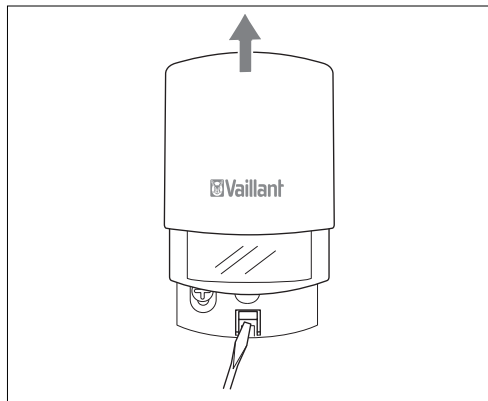

Рис. 3.1 Демонтаж радиодатчика температуры наружного воздуха
- ⇒ Подведите отвертку под фиксирующую накладку настенного цоколя. Вытяните радиодатчик температуры наружного воздуха из настенного цоколя вперед (см. рис. 3.1).